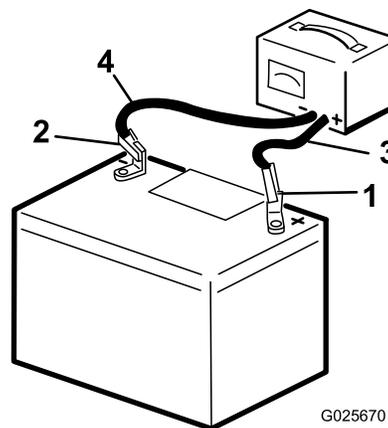

Figure 30
1. Chargez la batterie pendant 10 à 15 minutes entre 25 et 30 A, ou pendant 30 minutes à entre 4 et 6 A (Figure 30).
2. Quand la batterie est chargée au maximum, débranchez le chargeur de la prise, puis débranchez les fils du chargeur des bornes de la batterie (Figure 30).